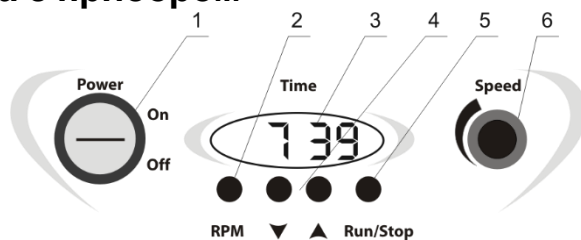

Рисунок 1. Панель управления
- 5.3 Включите прибор с помощью выключателя **Power** (рис. 1/1) (положение **On**), при этом загорится дисплей (Рис. 1/3). В режиме ожидания дисплей отображает установленное время или установленную скорость (если нажата кнопка **RPM**). В рабочем режиме дисплей отображает время работы или фактическую скорость движения платформы (если нажата кнопка **RPM**).
- 5.4 При помощи кнопок **▼** и **▲** (рис. 1/4), установите необходимый интервал времени работы, руководствуйтесь показаниями на дисплее. Установленные параметры отображаются на дисплее в часах и минутах (чч:мм).
- 5.5 Установите скорость при помощи регулятора скорости **Speed** (рис. 1/6). Индикация скорости отображается на дисплее во время изменения положения регулятора **Speed**.
- 5.6 Нажмите кнопку **Run/Stop** (рис. 1/5), начнется движение платформы прибора.
- 5.9 При необходимости можно произвести остановку до достижения установленного интервала времени нажатием кнопки **Run/Stop** (рис. 1/5), при этом на дисплее в течение 2 секунд высвечивается интервал времени, прошедший до момента остановки платформы, а затем установленное время.